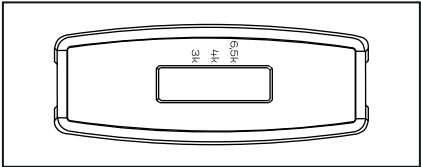

Рис. 2
- 5.10 Для версии с переключаемой цветовой температурой при необходимости выберите требуемое значение температуры на переключателе (рис.2). Где «3К» - 3000К, «4К» - 4000К, «6,5К» - 6500К. **Внимание!** По умолчанию установлено значение «4К».